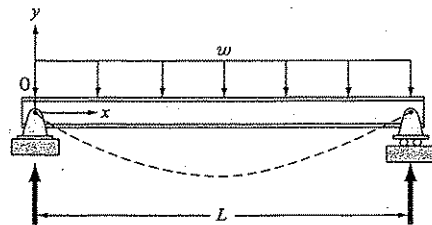

FIGURA P24.16
24.16 A equação diferencial básica da curva elástica para uma viga simplesmente apoiada e uniformemente carregada (Figura P24.16) é dada por
Para essa formulação, são necessárias quatro condições de contorno. Para os suportes mostrados na Figura P24.16, as condições são que os deslocamentos das extremidades são nulos, $y(0) = y(L) = 0$, e que os momentos nas extremidades são nulos, $y''(0) = y''(L) = 0$. Determine a deflexão da viga usando a abordagem por diferenças finitas ($\Delta x = 0,6 \text{ m}$). Os seguintes valores dos parâmetros se aplicam: $E = 200 \text{ GPa}$, $I = 30.000 \text{ cm}^4$, $w = 15 \text{ kN/m}$ e $L = 3 \text{ m}$. Compare seus resultados numéricos com a solução analítica dada no Problema 24.16.